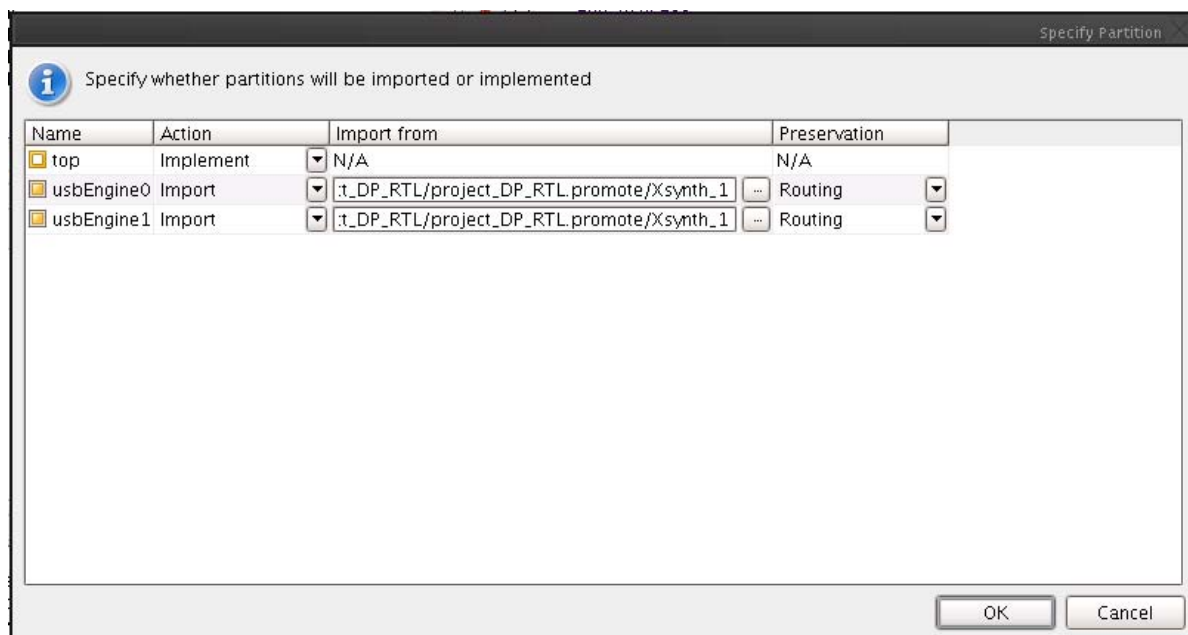

図 1-15 : パーティション属性の確認
2. [Synthesis Settings] ダイアログ ボックスで [Specify Partitions] ボタンをクリックし、図 1-15 のウィンドウを開きます。